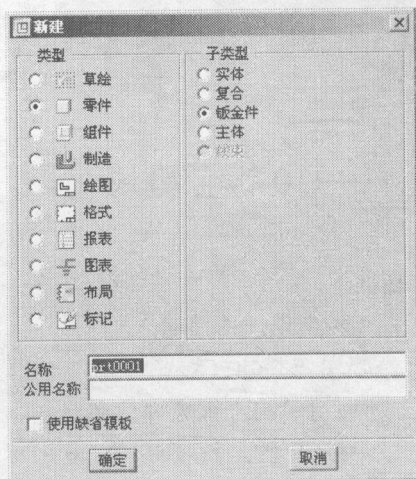

图 1-6 “新建”对话框
(2) 单击“文件”工具栏中的  (新建) 工具, 系统弹出“新建(New)”对话框。点选“类型”选项组中的“零件”单选钮, 点选“子类型”选项组中的“钣金件”单选钮, 在“名称”文本框中输入新建文件名, 取消“使用缺省模板”复选框的勾选, 如图 1-6 所示, 单击“确定”按钮。
(3) 系统弹出“新文件选项(New File Options)”对话框, 选择“mmns_part_sheetmetal”,